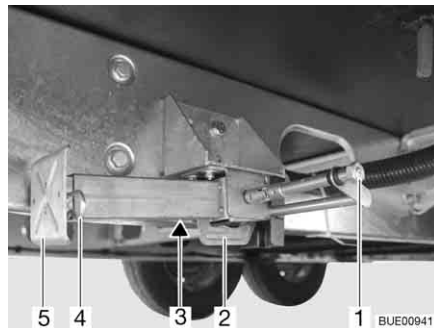

Fig. 34 Vérin stabilisateur
- Placer la clé à pipe sur l'écrou à six pans (Fig. 34,1) et tourner jusqu'à ce que le vérin stabilisateur soit en position verticale vers le bas.
- Lorsque la longueur des vérins stabilisateurs est réglable, faire sortir la goupille (Fig. 34,4) de la rallonge du pied d'appui (Fig. 34,5).
- Placer la clé à pipe sur l'écrou à six pans (Fig. 34,1) et tourner jusqu'à ce que le vérin stabilisateur se dégage du sol.
- Rentrer complètement la rallonge du pied d'appui (Fig. 34,5) et insérer la goupille (Fig. 34,4) dans le trou prévu à cet effet.
- Tourner l'écrou à six pans (Fig. 34,1) jusqu'à ce que les vérins stabilisateurs soient pivotés vers le haut et que la glissière (Fig. 34,2) soit arrivée complètement à l'extrémité de la fente (Fig. 34,3).